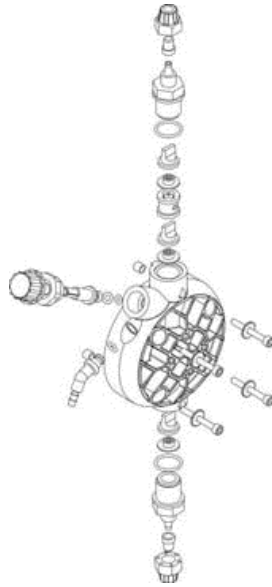

Abb. 11
3. **Aus dem Pumpenkörper alle vorhandene Flüssigkeit durch dessen Aus- und Wiedereinbau mittels der vier Befestigungsschrauben zu entfernen (Abb. 11)**
3. Aus dem Pumpenkörper alle vorhandene Flüssigkeit durch dessen Aus- und Wiedereinbau mittels der vier Befestigungsschrauben zu entfernen (Abb. 11).
2. Prüfen Sie mindestens alle 6 Monate die Funktionstüchtigkeit der Pumpe, die Festigkeit der Schrauben und Dichtungen. Führen Sie bei besonders die Konzentration des Zusatzstoffes in der Anlage. Eine Reduzierung dieser Konzentration könnte durch die Abnutzung der Ventile (die in diesem Fall ausgetauscht werden müssen, wobei darauf zu achten ist, sie wie in Abb. 11 wieder einzubauen) oder durch die Verstopfung des Filters bedingt werden, der gemäß dem nachfolgenden Punkt 3 zu reinigen ist.
Zu diesem Vorgang kann, wenn das Gerät nicht an der Anlage befestigt ist, dieses für einige Sekunden (15-39) umgedreht und ohne mit den Anschlüssen verbundenen Leitungen zum Pulsieren gebracht werden. Sollte dies nicht möglich sein, den Pumpenkörper aus- und mit den vier Befestigungsschrauben wieder einbauen (Abb. 11).
Auf Grund der Robustheit des Systems treten keine eigentlichen Defekte an der Mechanik auf. Manchmal kann es zu einem Austreten von Flüssigkeit aus einem Anschluss, einer Lockerung einer Nutmutter zur Schlauchbefestigung oder einfach zu einem Reißen der Vorlaufleitung kommen. Selten werden eventuelle Leckstellen durch das Reißen der Membran oder die Abnutzung der Membrandichtung hervorgerufen. Diese Bauteile müssen in diesem Fall durch Ausbau der vier Schrauben des Pumpenkörpers (Abb. 11), erneuten Einbau dieser Schrauben und gleichmäßiges Festziehen ersetzt werden. Nach Beseitigung der Leckstelle ist die Dosierpumpe von eventuellen Rückständen des Zusatzstoffes zu reinigen, die durch ihre Ansammlung das Gehäuse der Pumpe chemisch angreifen könnten.